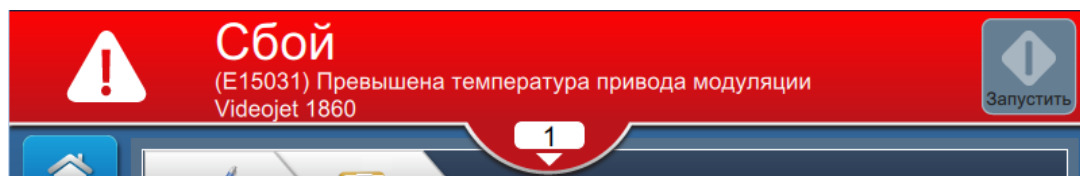

Рис. 8-6. Выбор сбоя
1. Нажмите кнопку  в строке сообщений, чтобы посмотреть список неочищенных сбоев (Рис. 8-6).